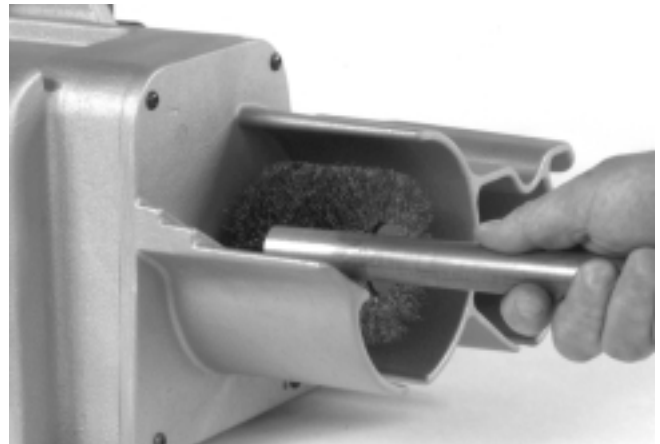

Figure 6 – Nettoyage de l'extérieur du tuyau
3. Appuyez le tuyau délicatement contre la brosse en le faisant tourner, jusqu'à ce qu'il brille (*Figure 6*).